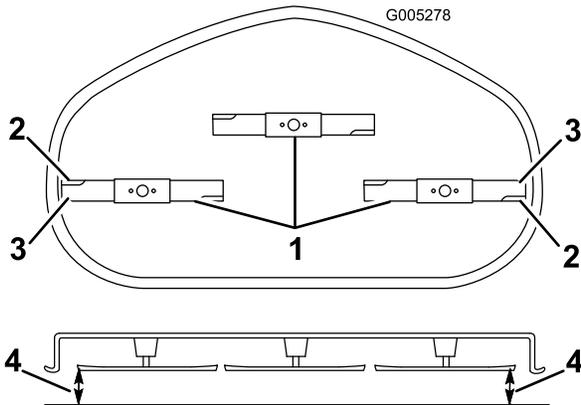

Figura 39
- Gire cuidadosamente la(s) cuchilla(s) colocándola(s) perpendicularmente al sentido de avance de la máquina (Figura 39). Mida entre los bordes de corte exteriores y la superficie plana (Figura 39). Si hay una diferencia de más de 5 mm entre ambas dimensiones, se requiere un ajuste; siga con este procedimiento.
- Mida entre los bordes de corte exteriores y la superficie plana (Figura 39). Si hay una diferencia de más de 5 mm entre ambas dimensiones, se requiere un ajuste; siga con este procedimiento.